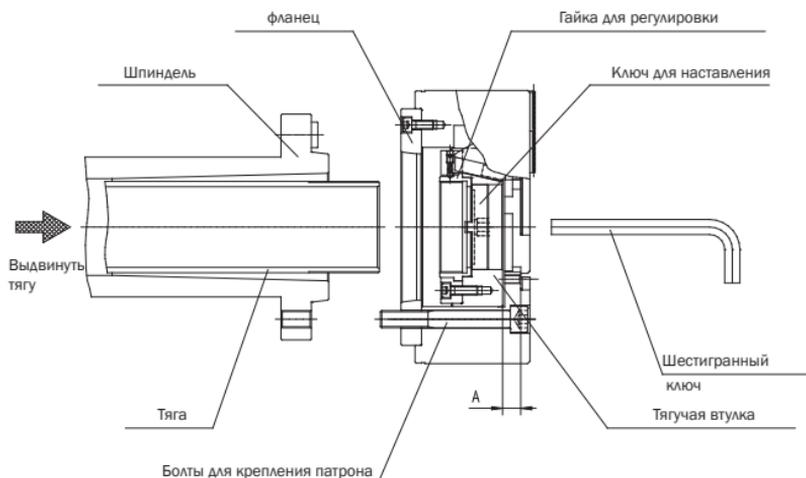
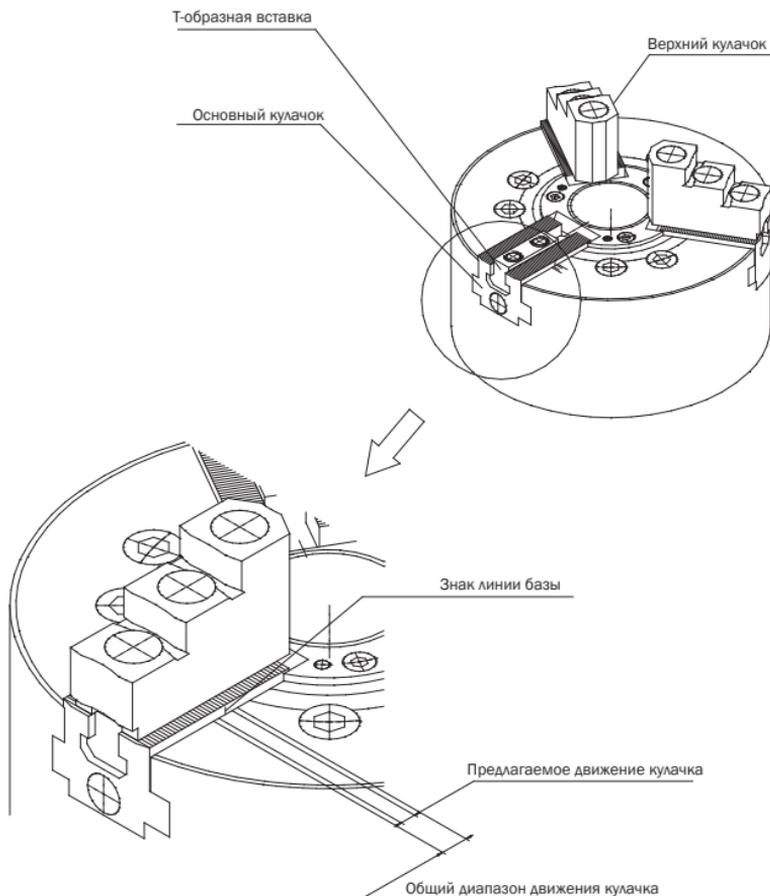

Рис. 13
Рис. 20
3. Соединить патрон с тягой. Демонтировать верхние кулачки и крышку, чтобы создать возможность заложения ключа в сквозное отверстие патрона. Соединить патрон с тягой с помощью гайки для регулировки (Рис. 13). В случае невозможности закручивания гайки в тягу надо проверить резьбу. Закручивание гайки насильно может деформировать тягучую втулку уменьшая точность патрона.
5. Передвинуть тягучую втулку в правильное положение. Положение тягучей втулки определяется подкручиванием ключом для наставления гайки для регулировки (смотри Рис. 13). В правильном положении тягучей втулки во время, когда поршень максимально перемещен вперед размер „А” от передней поверхности крышки (смотри Рис. 13) должен быть равный величине указанной в Таб. 8. Затем надо проверить или знак на основном кулачке сравнивается с верхней линией полного движения Рис. 20). По причине что в гайке для регулировки находится замок с шариком (блокировка) нужно наставить гайку в положение, которое позволяет на его правильную работу.
**!** **ВНИМАНИЕ:** Советуется, чтобы обрабатываемый предмет закреплять в середине движения основных кулачков. Элемент крепить правильным образом избегая крепления в конечной зоне зажима, что угрожает освобождением элемента. Чтобы обеспечить правильное крепление элемента нужно избегать крепления в конце зоны, что может освободить предмет. (смотри Рис. 20)